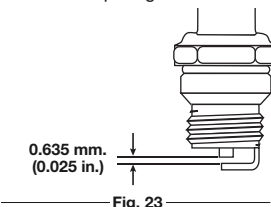

Fig. 23
3. Remplacez toute bougie fendillée, encrassée ou sale. Réglez l'écartement à **0,635 mm (0,025 po)** à l'aide d'une jauge d'épaisseur (Fig. 23).